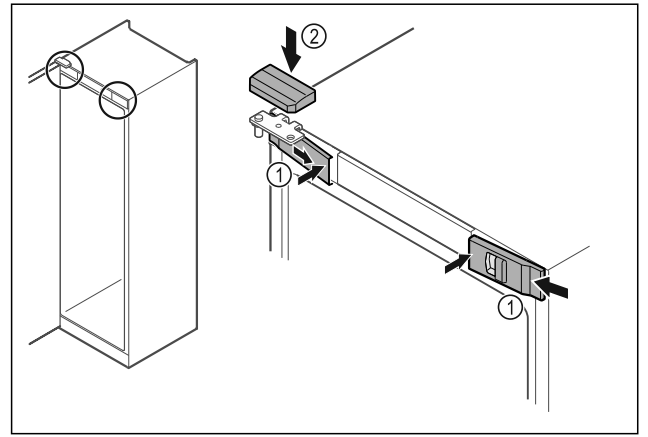

Fig. 52
▶ 从侧部挂入前盖板 Fig. 52 (1) 并从内部将其卡紧。
▶ 从上方卡紧上盖板 Fig. 52 (2)。